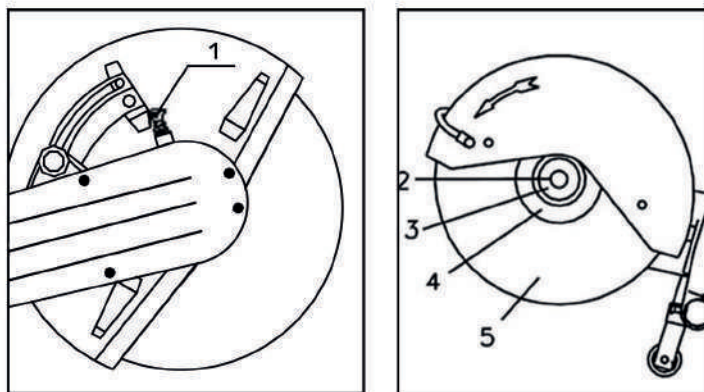

Рис. 1
5.2 Установка режущего диска (см. рис. 1):